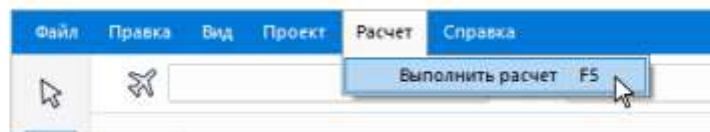

Рисунок 8.3.2
- выполнив команду **Расчет** → **Выполните расчет** (см. Рис. 8.3.2);